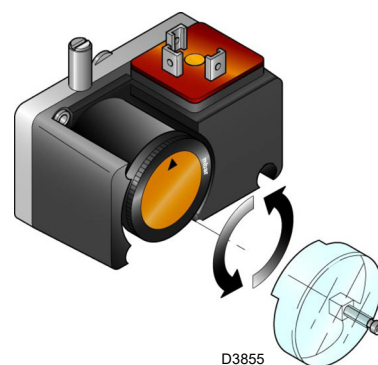

Fig. 36
- Regolare il pressostato gas di minima (Fig. 36 a pag. 35) ad inizio scala.
Eseguire la regolazione del pressostato gas di minima (Fig. 36) dopo aver effettuato tutte le altre regolazioni del bruciatore con il pressostato regolato a inizio scala.